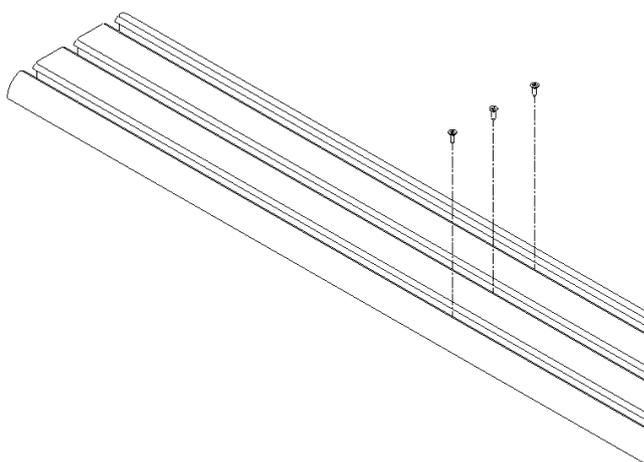

Fig. 5
5. Serrez le rail de guidage inférieur à la sous-structure en acier ST3,5x13. Nettoyez et soufflez soigneusement le rail de guidage inférieur pour éliminer la pollution (fig.5).